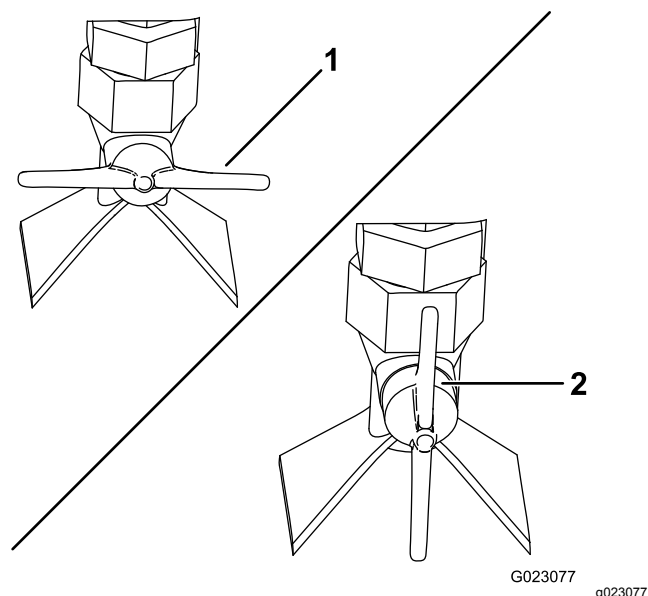

Figura 63
- Para selecionar o jato em leque, gire a válvula de aspersão na lateral do bico para a posição horizontal (Figura 63).
- Para selecionar o jato sólido, gire a válvula de aspersão na lateral do bico para a posição vertical (Figura 63).